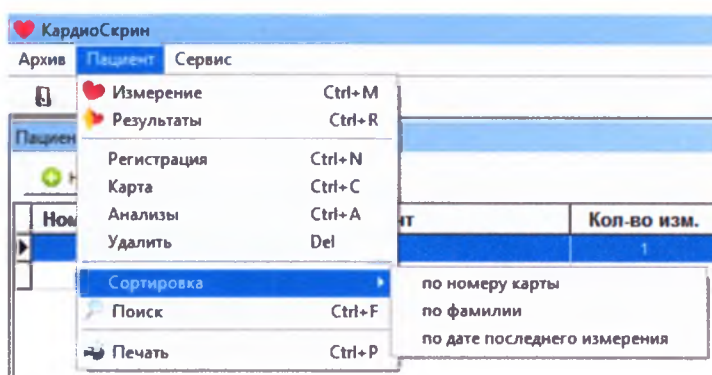

Рис. 12. Вложенное меню «Пациент/Сортировка»
- войдите во вложенное меню «Пациент/Сортировка» (рис. 12) и щелкните на выбранном Вами признаке. Записи в окне «Пациенты» расположатся в соответствующем порядке.